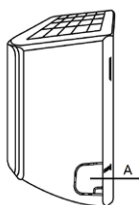

fig. 14 -
1. Staccare la placchetta pre-tranciata (A-"fig. 14 -") in corrispondenza della direzione desiderata.